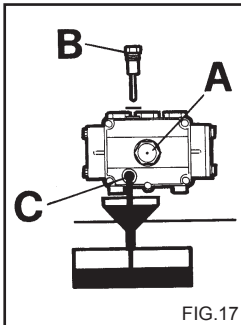

FIG.17
- 2) Svitare il tappo con l'asta di controllo livello (fig. 17).